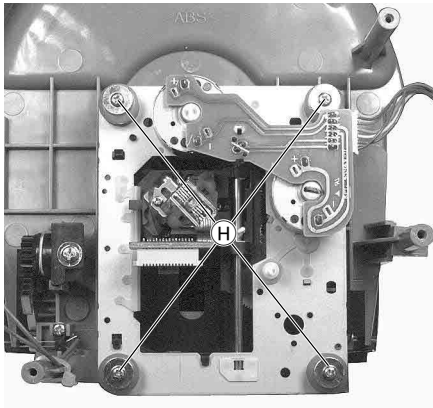

Fig. 7
- 4 Schrauben (H) (Fig. 7) herausschrauben.
- Undo 4 screws (H) (Fig. 7).